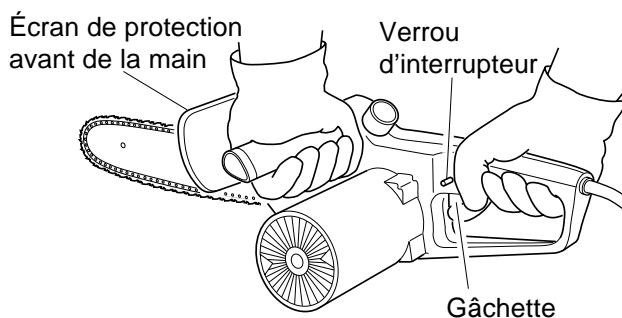

Figure 9 - Emplacement de l'écran de protection avant de la main, du verrou d'interrupteur et de la gâchette
3. Se servir des deux mains pour tenir la tronçonneuse. Toujours utiliser la main gauche pour saisir la poignée avant et la main droite pour saisir la poignée arrière. Tenir fermement. Les pouces et les doigts doivent entourer les poignées. (Voir la figure 9.)
5. Lorsqu'on est prêt à faire une entaille, appuyer sur le verrou d'interrupteur avec le pouce droit et appuyer sur la gâchette. (Voir la figure 9.) Ceci met la tronçonneuse en marche. Elle s'arrête quand on lâche la gâchette. S'assurer que la chaîne tourne à la vitesse maximum avant d'entamer l'entaille.